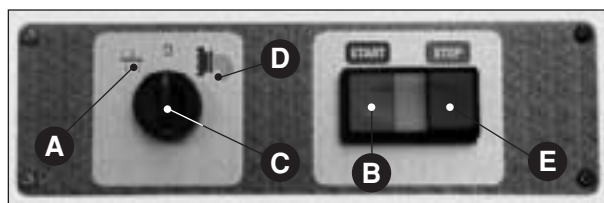

Fig. 11
- fermare la macchina mettendo il selezionatore sulla posizione "0" (Fig. 11 C) e girarlo poi sulla posizione di impasto (Fig. 11 A) per 10-15 secondi in modo da eliminare la pressione sulla trafila dovuta al prodotto;
- rimettere infine il selezionatore sullo "0" (Fig. 11 C) o premere il pulsante STOP (Fig. 11 E);
- Nella posizione "0" (Fig. 11 C) tutti gli organi della macchina devono essere fermi; nella posizione "trafila" (Fig. 11 D) il mescolatore ruota in un senso; nello stesso senso deve girare la coclea (verificare dalle feritoie del coperchio); nella posizione "mescolare" (Fig. 11 A) gli organi devono girare in senso contrario.